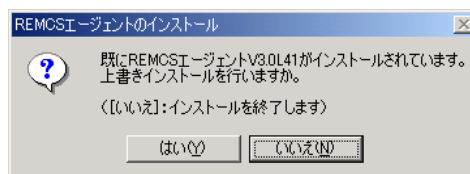

図 3-16 上書きインストール確認メッセージ
- 1** REMCS エージェント CD を挿入します。挿入後、自動的に上書きインストール確認メッセージ(図 3-16)が表示されます。起動しない場合は、CD 中の Setup.exe をダブルクリックしてください。